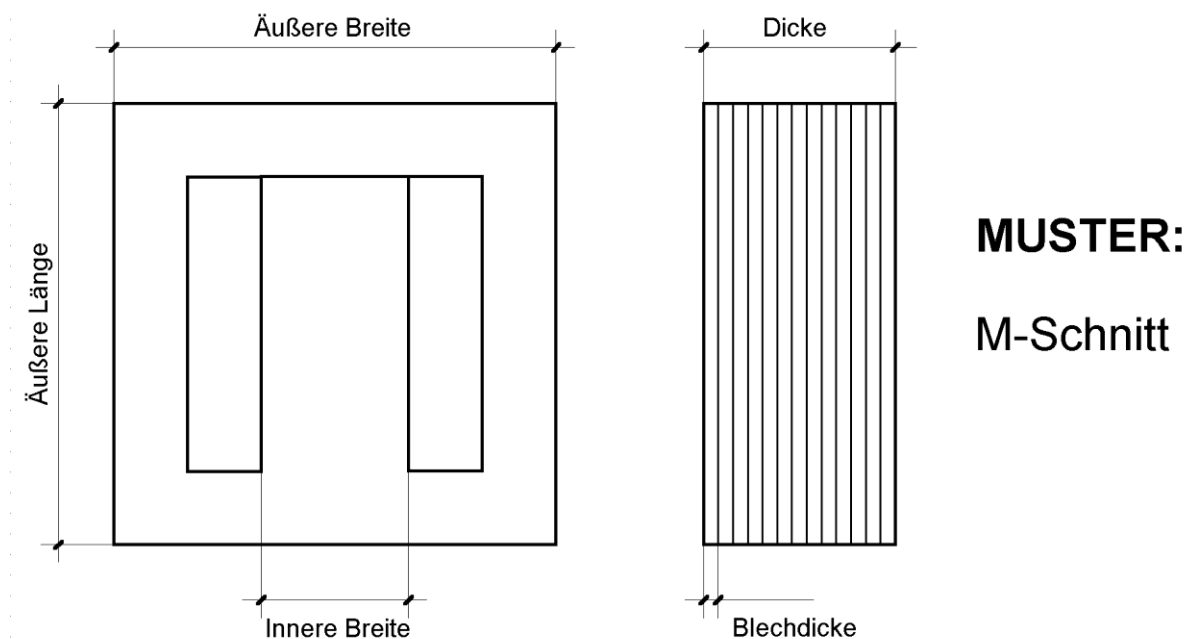

Abb. 2: Aus Einzelblechen geschichteter Kern
**Äußere Länge:** Siehe Abb. 2 (wird nicht für die Berechnung verwendet)
**Äußere Breite:** Siehe Abb. 2 (wird nicht für die Berechnung verwendet)
**Innere Breite, auch Stegbreite:** Siehe Abb. 2
**Dicke:** Siehe Abb. 2